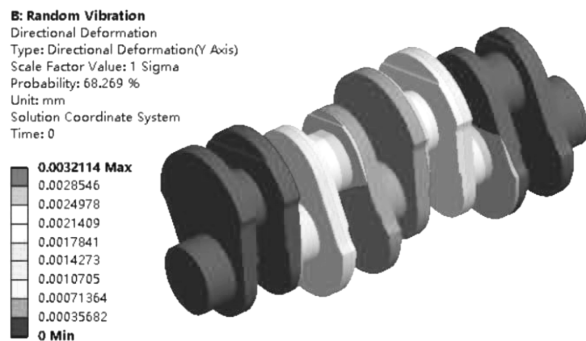
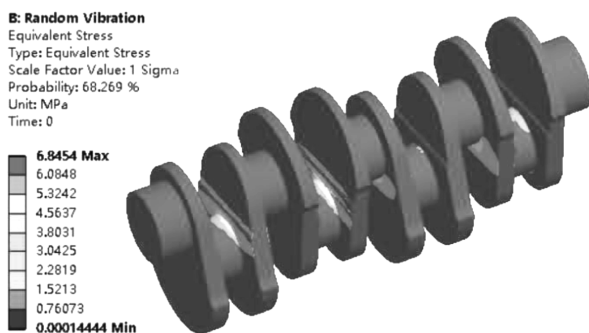

图 4-65 曲轴随机振动变形分布云图
图 4-66 曲轴随机振动等效应力分布云图
(1) 右键单击【Directional Deformation】，从弹出的菜单中单击  Solve 进行求解运算。
(2) 运算结束后，单击【Solution (B6)】→【Directional Deformation】，可以查看图形区域显示随机振动分析得到的曲轴随机振动变形分布云图，如图 4-65 所示；单击【Solution (B6)】→【Equivalent Stress】，显示曲轴随机振动等效应力分布云图，如图 4-66 所示。